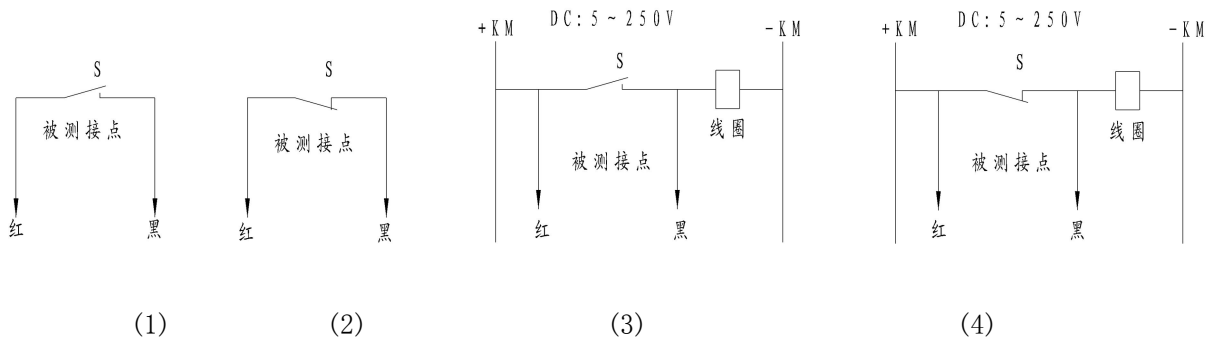

图 3.2-1
- a. 空接点或带电接点输入时，输入端口般应直接接在开关的两个接点上, 如图 3.2-1 中的(1)-(4)为正确接法。此时信号选择开关应置于接点位置。